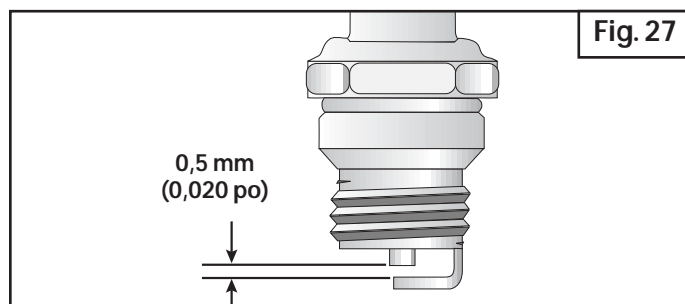

Fig. 27
3. Remplacez toute bougie fendillée, encrassée ou sale. Réglez l'écartement à **0,5 mm (0,020 po)** à l'aide d'une jauge d'épaisseur (Fig. 27).